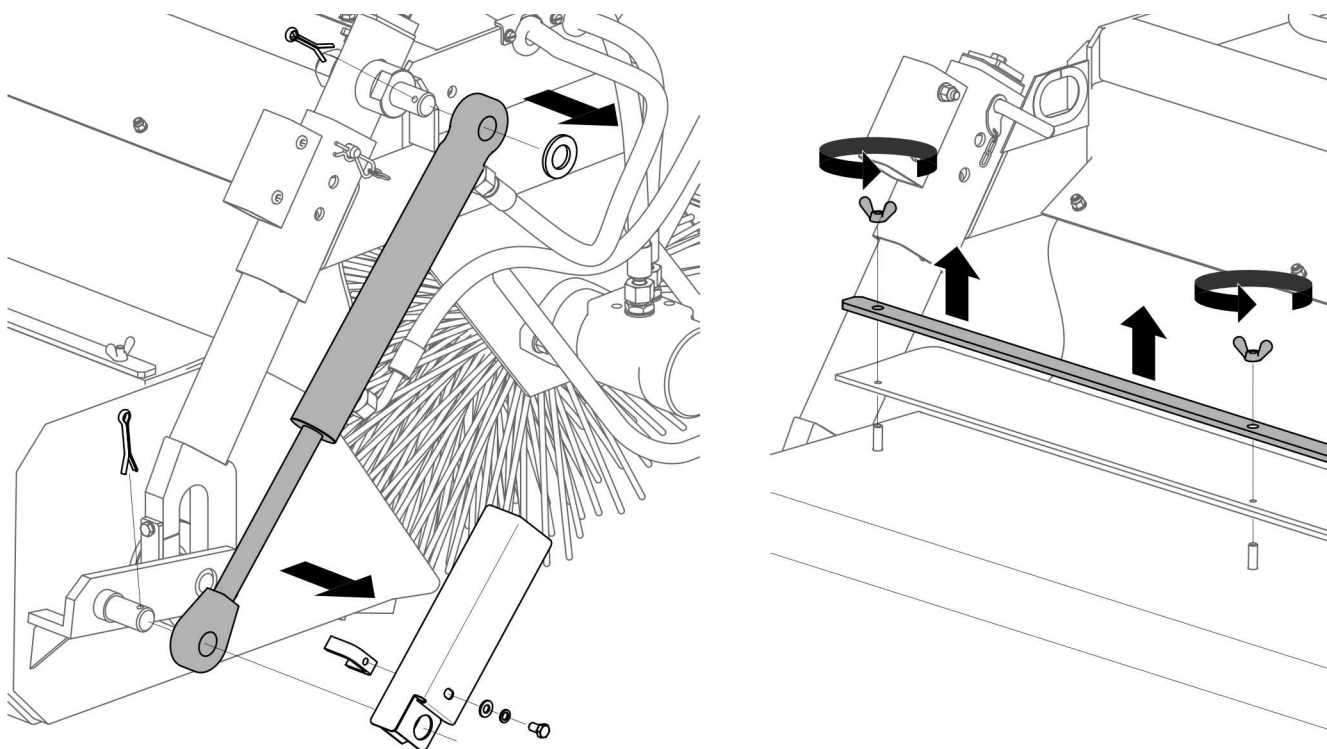

РИСУНОК 4.6 Демонтаж гідроциліндра та планки гумового фартуха
- Зніміть шплінти з точок кріплення гідроциліндра, щоб його можна було повністю зняти (РИСУНОК 4.6)
- Потім відкрутіть барашкові гайки (РИСУНОК 4.6) гумового фартуха, щоб можна було зняти клемний блок. Фартух виконує функцію підмітання без бака для захисту від викинутих частинок і вільно звисає вниз.